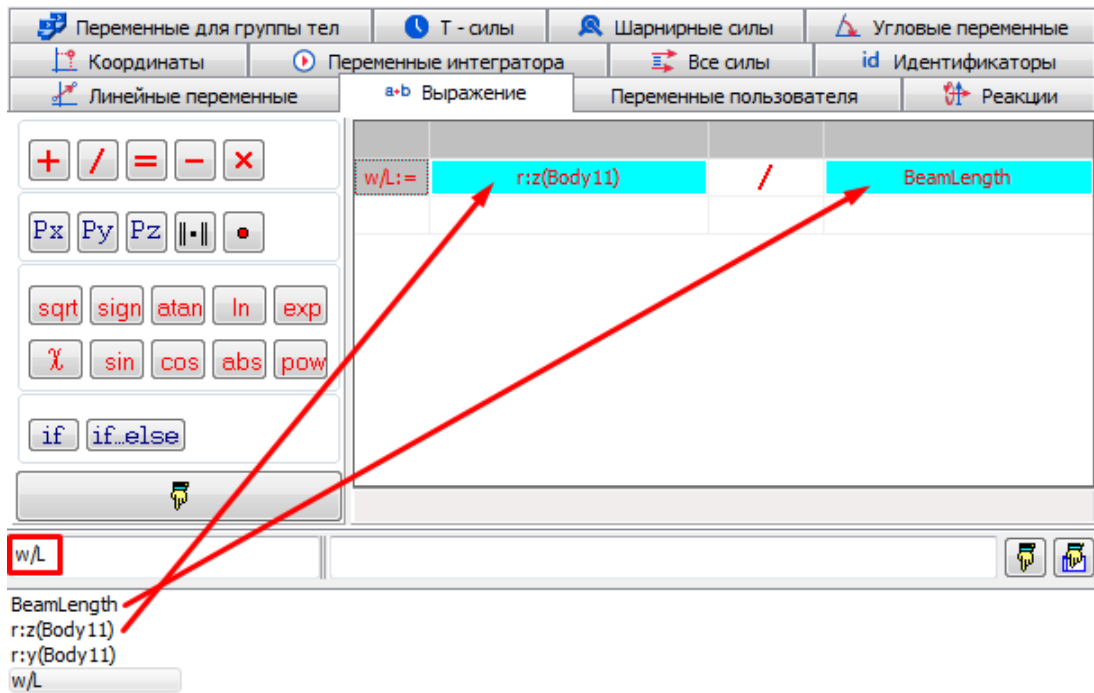

Рис. 3.19. Создание переменной w/L
- с помощью мыши перетащите переменные $r:z(Body11)$ и $BeamLength$ в поля оператора, рис. 3.19;
- в поле с названием переменной введите w/L и отправьте переменную в контейнер, рис. 3.19.